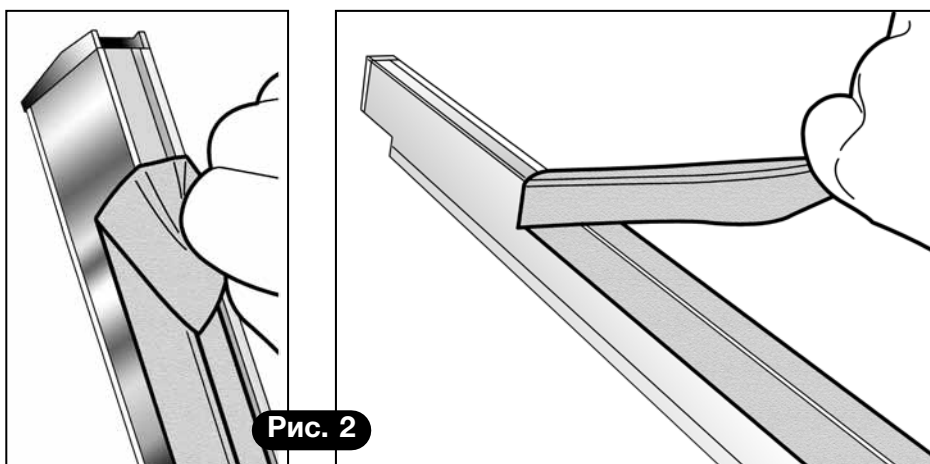

Рис. 2
- 2) Снять тефлоновую ленту (черную) (рис. 2).